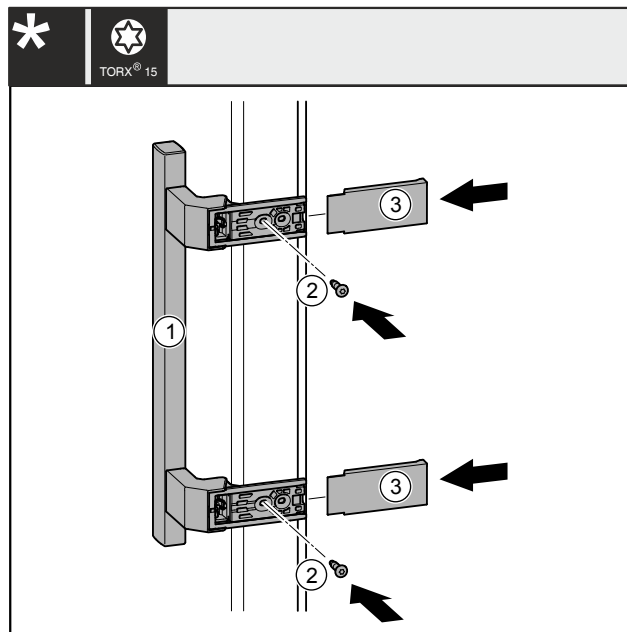

Fig. 41
- ▶ Aplicați mânerul Fig. 41 (1) pe partea opusă.
- ▶ Înșurubați ferm șuruburile Fig. 41 (2) cu șurubelnița.
- ▶ Aplicați și împingeți capacele Fig. 41 (3) laterale, astfel încât să se fixeze în poziție.